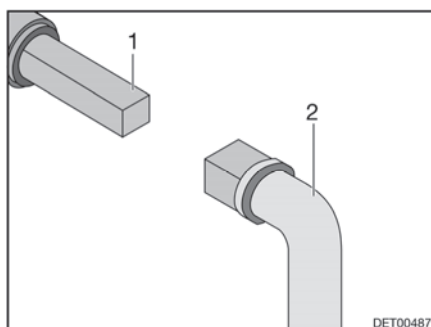

Bild 78 Handhavande avloppsventil
- Sätt nyckeln (Bild 78,2) mot fyrkanten (Bild 78,1).